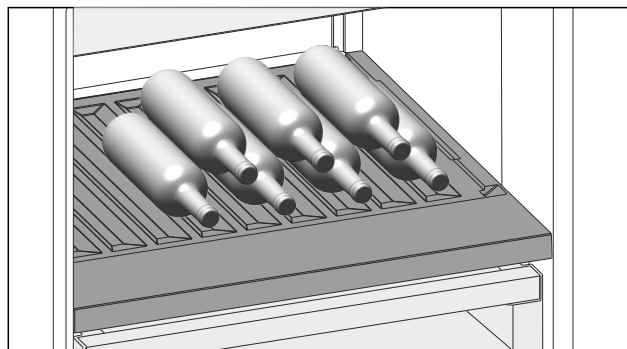

Fig. 177 Beispielhafte Darstellung
- Flaschen mit dem Boden nach hinten zur Rückwand einlegen. (siehe Fig. 177)